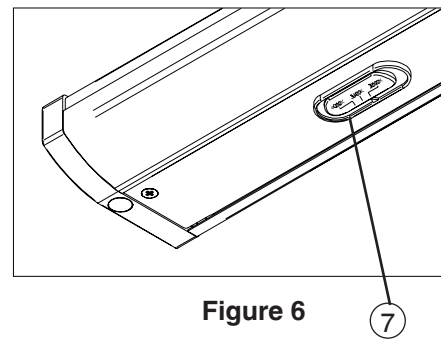

Figure 6
- Repérez le commutateur de la TCC. **Voir la Fig 6** (Le réglage de température de couleur par défaut est 3000K).
1. Locate CCT Switch- **See Fig 6.** (Default color temperature setting is 3000K).
1. Ubique el interruptor del CCT. **Ver Fig 6** (Lac de temperatura de color predeterminada es 3000K).